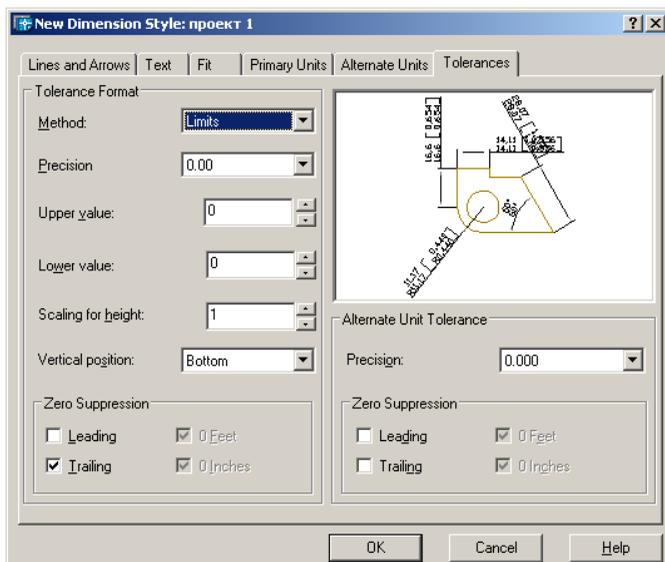

Рис. 1.67. Диалоговое окно определения параметров размерного стиля, вкладка простановки
- вкладка **Tolerances** – управляет параметрами формата и точности простановки допусков, показывающих пределы, в которых может варьироваться размер (рис. 1.67):